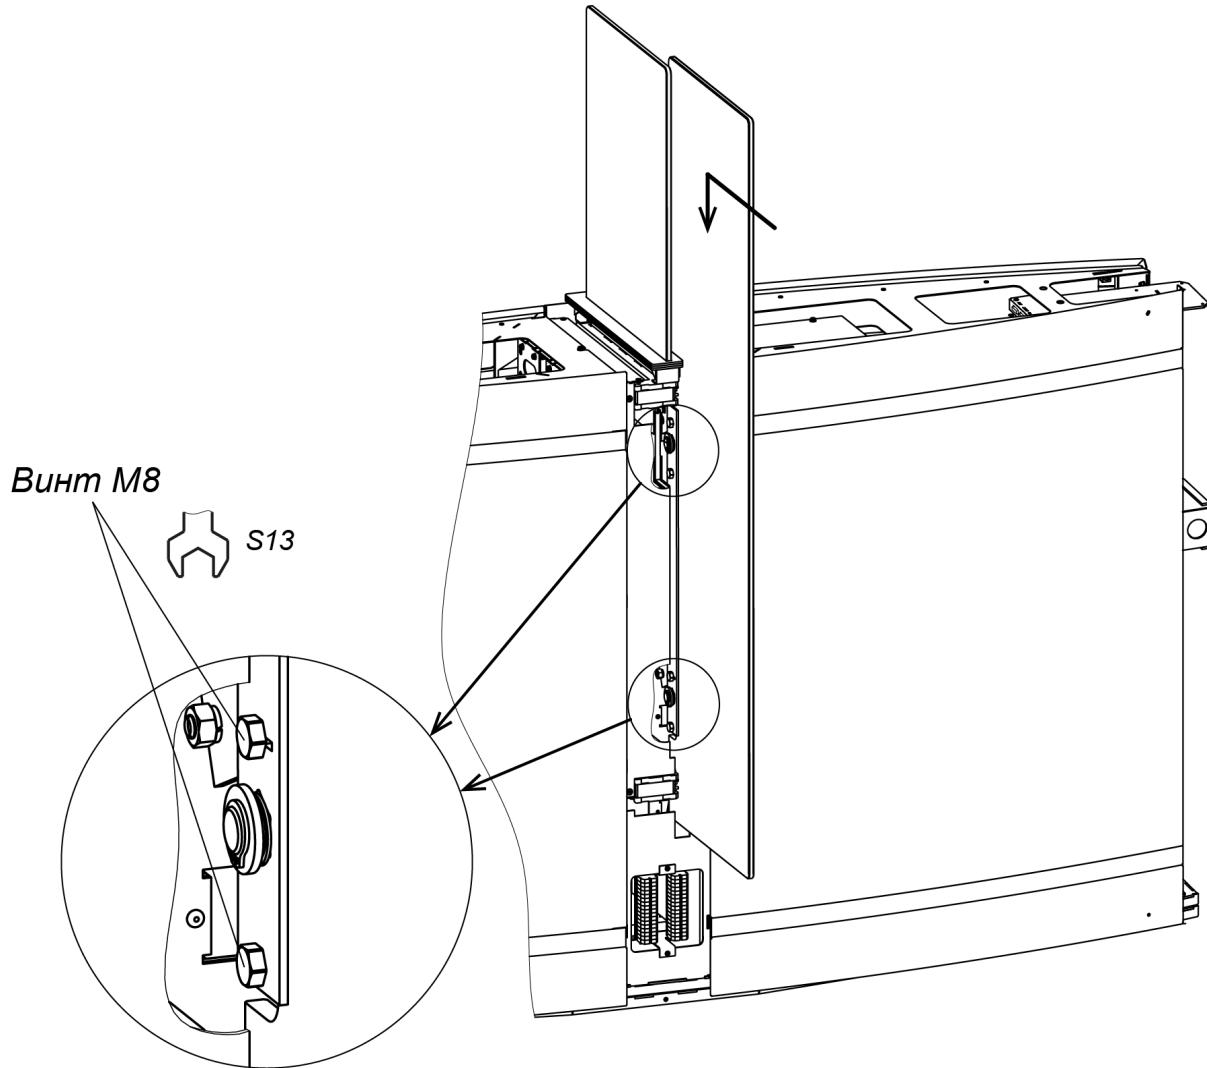

Рисунок 24. Монтаж створки
- Ключом рожковым S13 ослабьте четыре болта M8 двух креплений створки – сверху и снизу (см. рис. 24).